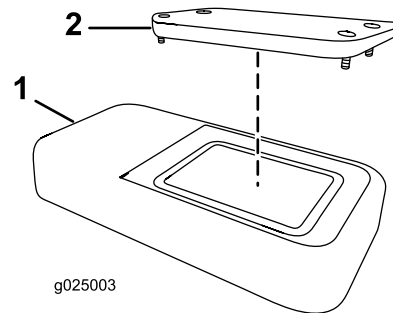

Figure 63
2. Déposez le couvercle (Figure 63).